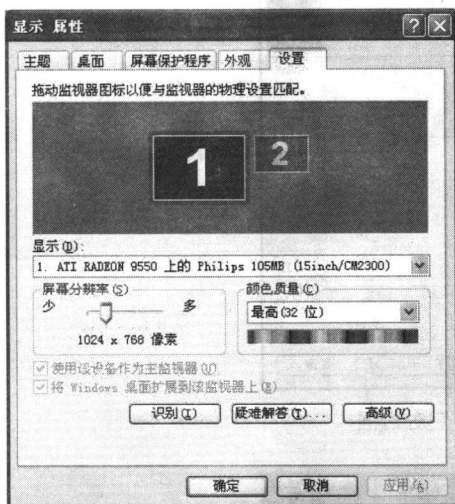
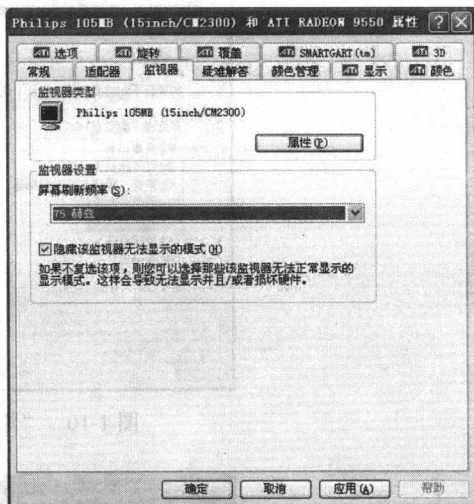

图 1-12 “显示属性”对话框
图 1-13 “监视器”选项卡
(1) 在桌面上右击,从快捷菜单中选择“属性”选项,系统弹出“显示属性”对话框,如图 1-12 所示。
(2) 单击“设置”选项卡,从中可以设置颜色和分辨率。
(3) 单击“高级”按钮,从中选择“监视器”选项卡,如图 1-13 所示。从中选择需要的屏幕刷新分辨率即可。